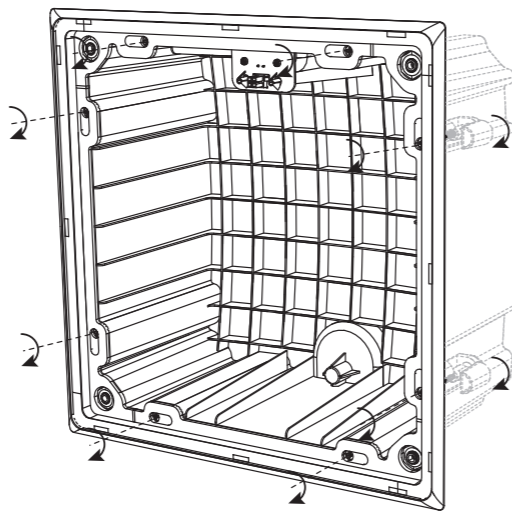

Fig. 18. Tighten the mounting clamp screws (X8)
3. Houd de achterste bus op zijn plaats in het plafond, terwijl u de bevestigingsklemmschroeven rechtsom vastdraait (Fig. 18). Doe dit systematisch totdat alle acht klemmen op hun plaats zitten en de achterkant stevig vasthoudt aan de gipsplaat aan het plafond.